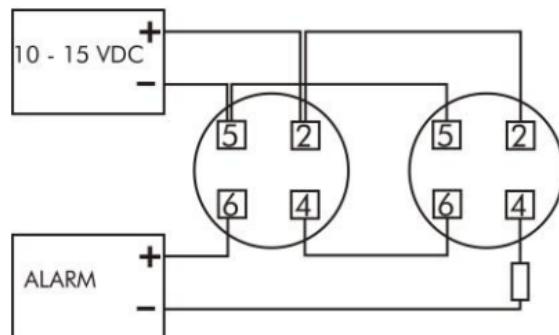

Fig. 2
- 2.2. Der Melder benötigt vier Anschlusskabel zur Installation. Das Schaltbild ist in Fig. 1 dargestellt, die Bodenplatte in Fig. 2.
- 2.2. The detector needs four connection cables for installation. Fig. 1 shows the wiring diagram, Fig. 2 the base plate. The connection mark numbers are also shown inside the base plate.